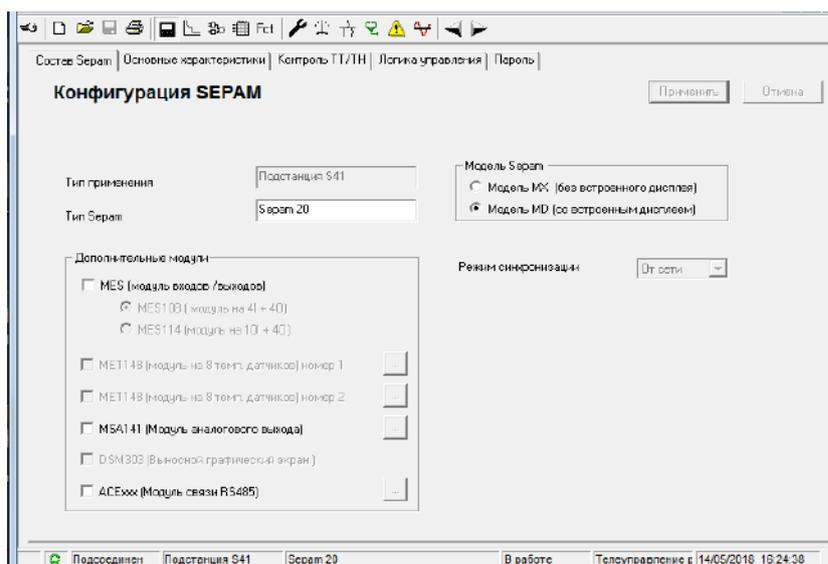

Рисунок 3.4 – Окно «Конфигурация Seram»
7. Открыть вкладку «Конфигурация Seram» (рис. 3.4). В данной работе используется расширительный модуль MES114, поэтому нужно установить «галочку» напротив. Обозначить название блока, например, «Seram 40». Модель блока выбрать «MD» (со встроенным дисплеем). В текстовом поле «Тип Seram» указать тип – ЗМН, ЗПН.